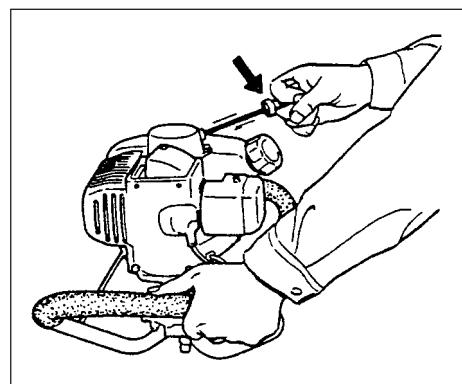

Рис. 2-4
4. Быстро потянуть возвратный стартер, крепко удерживая рычаг в руке и не позволяя ему защёлкиваться назад. (Рис. 2-4)